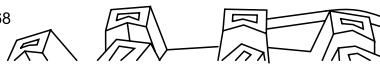

Figura 30
2. Con la palanca de tracción desengranada, compruebe el pasador de la ranura alargada situada en el lado izquierdo de la máquina, encima de la rueda (Figura 30).
Nota: Debe haber un espacio de 6 mm entre el extremo delantero de la ranura y la cara delantera del pasador (Figura 30).